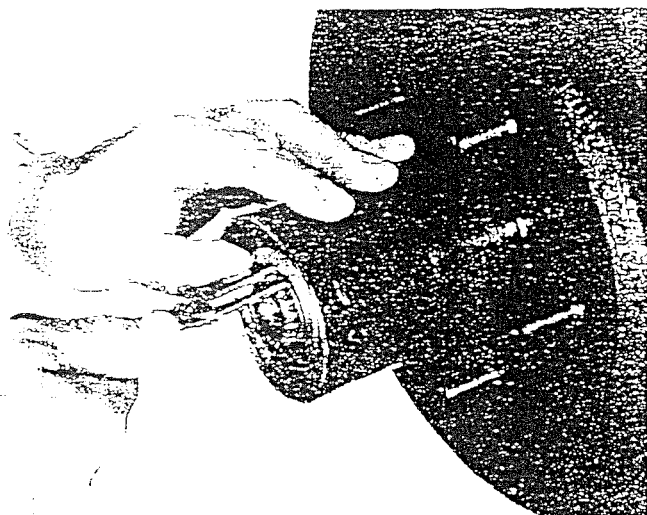

Fig. 3
- Oscilar a cruzeta de forma a extraí-la da forquilha (fig. 3).